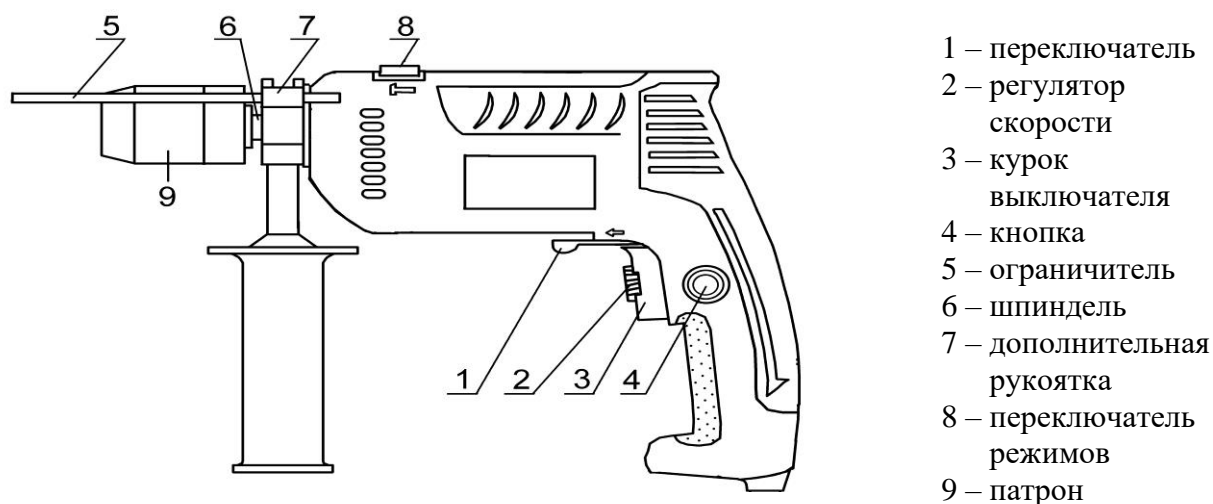

Рис. 1
4.1. Устройство машины изображено на рис.1
7.1. Для кратковременного включения машины необходимо плавно нажать на курок выключателя поз. 3 (см. рис. 1), при отключении курок отпустить.